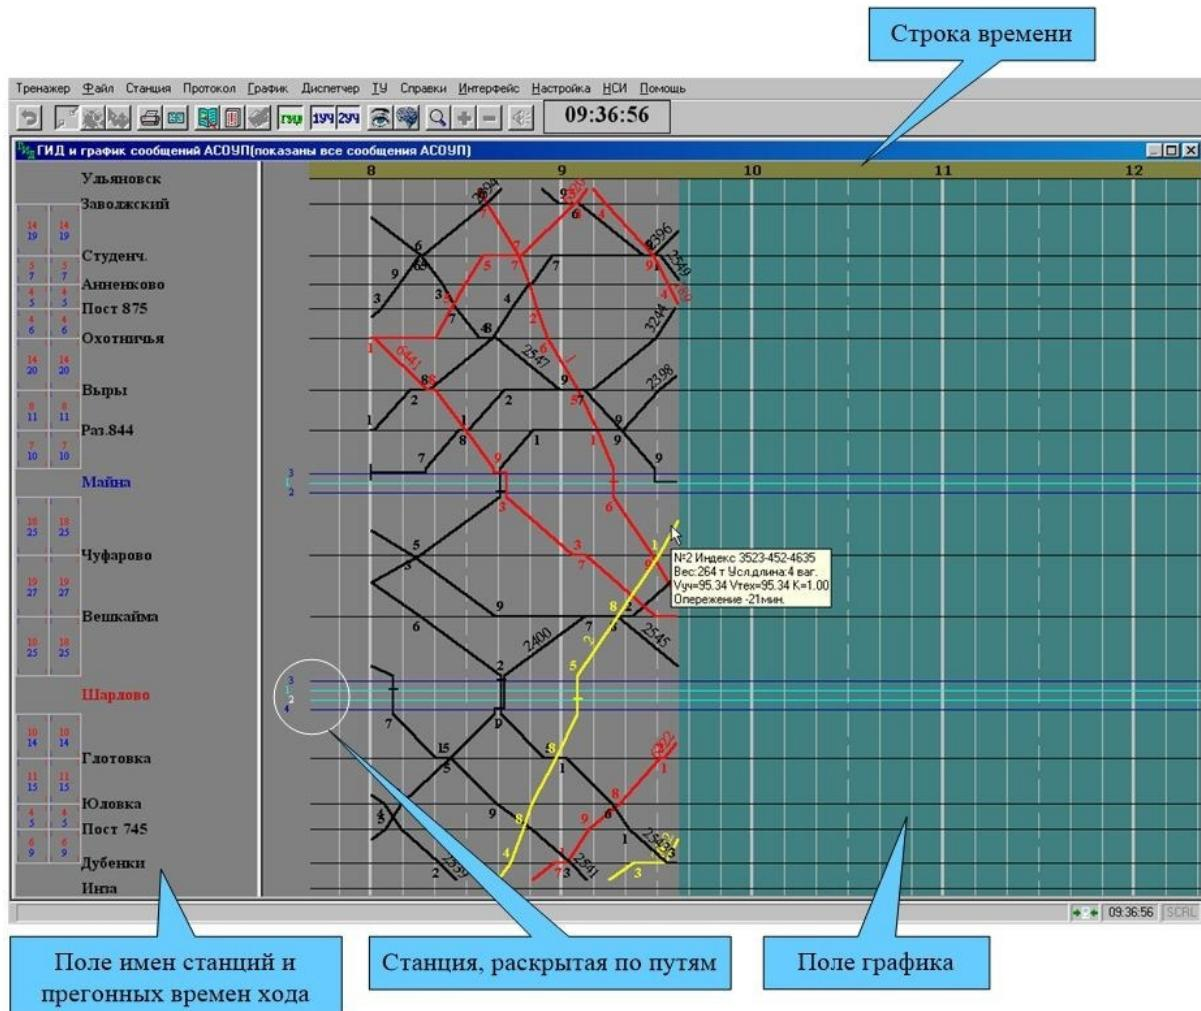

Рис. 24. График исполненного движения.
Поле ГИД (рис. 24) разбито на несколько зон:
Чтобы получить информацию о нитке поезда, необходимо навести на нее курсор «мыши». В результате нить обозначится другим цветом и появится информационное окно, сообщающее номер поезда, индекс, вес, длину в условных вагонах и другую сопутствующую информацию (рис. 24).
1. Установить курсор «мыши» на строку времени (рис. 24);
Изменение масштаба ГИД осуществляется клавишами Ctrl и Shift . Для того чтобы «раскрыть» станцию по осям путей (рис. 24), наведите курсор «мыши» на нее и нажмите два раза на левую клавишу. Эта функция позволяет определить путь станции, на котором производились операции с поездом.